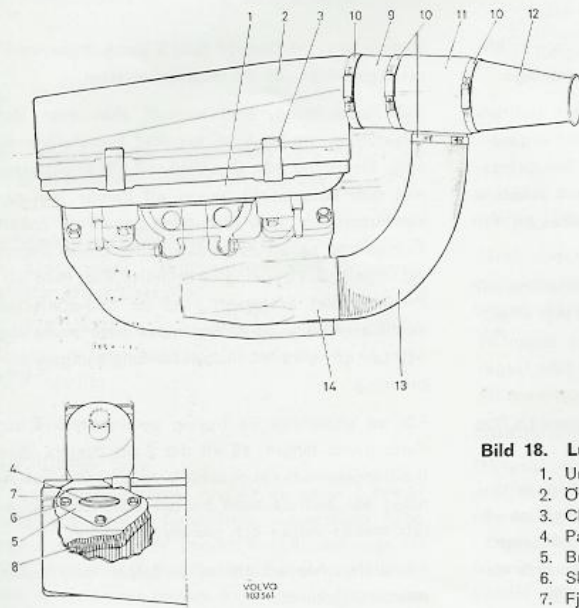

Bild 18. Luftrenare med förvärmningsanordning.
B 18 B av senare utförande är försedda med luftfilter med förvärmningsanordning, (bild 18) där luften vid start och körning med kall motor sugts in genom en varmluftkanal (14), varvid värmen tas från avgasröret. När motorn blir varm, påverkas ett spjäll i spjällhuset (11) av en termostat och luften sugts in direkt genom ett luftintag (12). På så sätt hålls insugningsluftens temperatur konstant.